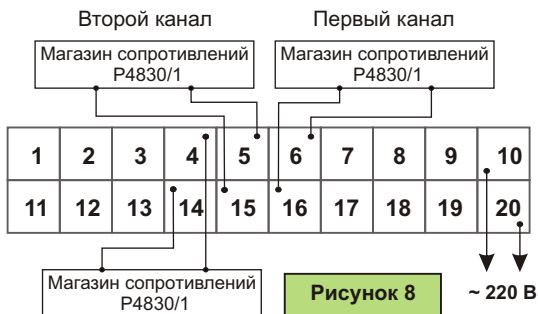

Рисунок 8
- 1) Для определения погрешности измерения прибора на магазине сопротивлений, подключенном к клеммам 4, 14 (рис. 8 и 9), установить значение 50,00 Ом, что соответствует сопротивлению датчика компенсации холодного спая при 0 °С.